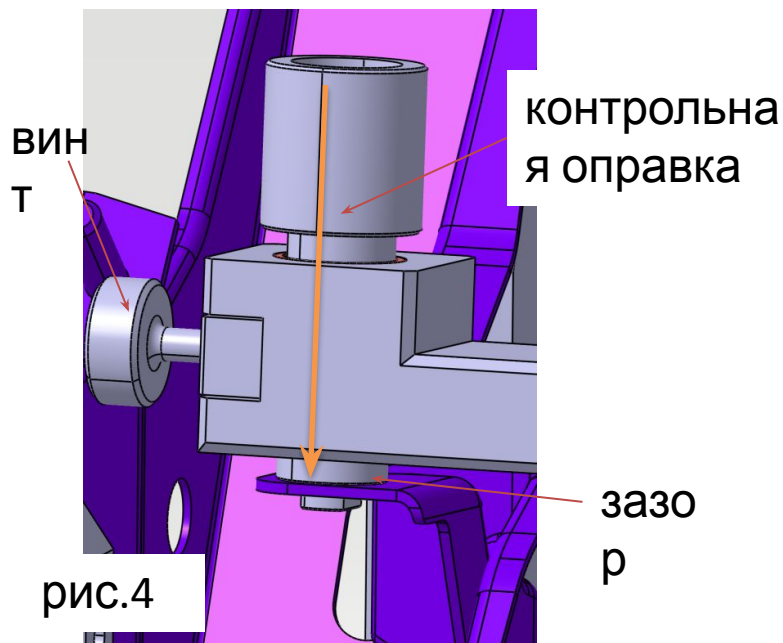

рис.4
- Опустить контрольную оправку (рис.4) до касания её торца с деталью (контроль расположения отверстия: размер  $105 \pm 0,5$ ). Зафиксировать оправку винтом. Щупом S 0.2 (набор щупов) проверить зазор между торцом оправки и деталью.